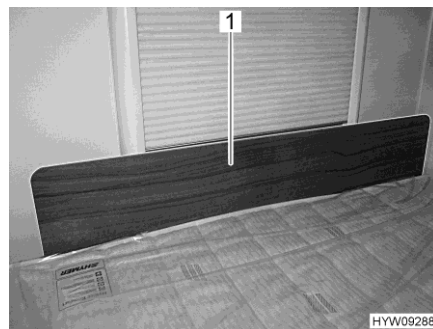

Fig. 102 Panel protector / protección contra caídas
- Meter el panel protector (Fig. 102,1) delante de la ventana, entre el colchón y el marco de la ventana. El efecto de apriete del colchón retiene al panel protector en su posición delante del marco de la ventana.